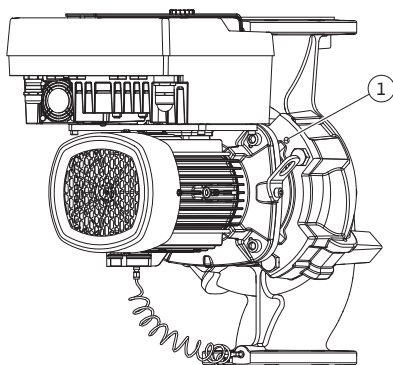

Fig. 11: Moottori-juoksupyöräyksikön painaminen ulos kierrereikien kautta (pumpputyypistä riippuen)
5. Irrota moottori-juoksupyöräyksikkö (katso Fig. 4) pumpun pesästä. Pumpputyypistä riippuen (katso Fig. I...III) on olemassa erilaisia tapoja: Pumpputyypissä Fig. I avataan ruuvit pos. 29. Paina moottori-juoksupyöräyksikkö irti pumpun pesästä. Käytä pumpputyypeissä Fig. II ja Fig. III tähän tarkoitukseen kahta kierrereikää (Fig. 11, pos. 1). Käytä tässä sopivia, asiakkaan toimesta hankittavia ruuveja (esim. M10 x 25 mm).
5. Paina moottori-juoksupyöräyksikkö (katso Fig. 4) ulos pumpun pesästä. Käytä siihen kahta kierreleikää (katso Fig. 11). Irrota kiinnitys kiertämällä sopivan pituiset M10-ruuvit kierreleikiin.
7. Irrota kaksi suojalevyn lukitusruuvia (Fig. II, pos. 27) ja poista suojalevy.
8. Vie kiintoavain, jonka avainväli on 27 mm, tiivistelaipan ikkunaan ja pidä akselia avainpintojen välissä (Fig. II, pos. 16). Irrota juoksupyörän mutterit (Fig. II, pos. 22). Vedä juoksupyörä (Fig. II, pos. 21) sopivalla ulosvetimellä akselilta.
9. Irrota paine-eroanturin kiinnityslevy (Fig. I, pos. 13) moottorilaipasta avaamalla ruuvi (Fig. II, pos. 10). Jätä paine-eroanturi (Fig. I, pos. 8) kiinnityslevyineen (Fig. I, pos. 13) riippumaan paineenmittausjohtoihin (Fig. I, pos. 7). Irrota tarvittaessa elektroniikkamoduulissa olevan paine-eroanturin liitäntäkaapeli.
10. Avaa ruuvit (Fig. II, pos. 10 ja pos. 10a).
11. Irrota tiivistelaippa kaksivartisella ulosvetimellä (yleisvetimellä) moottorin keskiöntiosasta ja vedä se pois akselistä. Liukurengastiiviste (Fig. I, pos. 25) irtoaa samalla. Vältä tiivistelaipan kääntymistä kulmittain väärään asentoon.
12. Jos liukurengastiiviste on vaurioitunut, paina liukurengastiivisteeseen vastarengas (Fig. I, pos. 26) pois tiivistelaipassa olevasta kiinnityskohdasta. Aseta tiivistelaippaan uusi vastarengas.